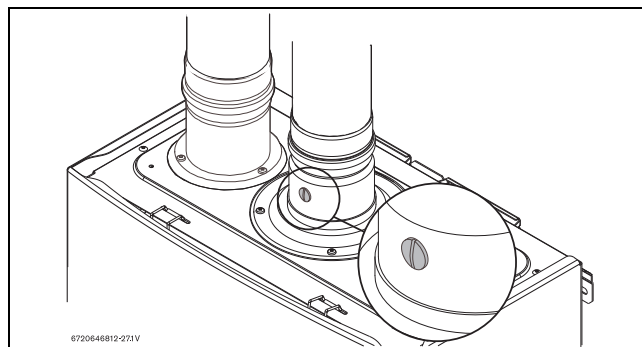

Fig. 63 Port de mesure
- Retirer la vis à tête plate en laiton du collet d'évacuation, comme indiqué sur la fig. 63.